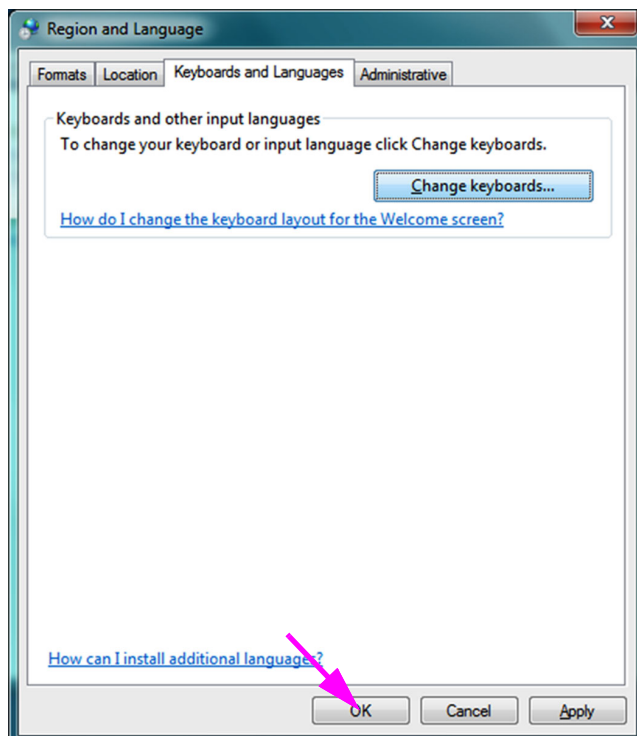

Figura C-12. Ecranul Regiune și limbă - Fila Tastaturi și limbi
8. Reveniți la fila Tastaturi și limbi (Keyboards and Languages) (consultați Figura C-12) și faceți clic pe butonul **OK** pentru a finaliza modificarea limbii tastaturii.